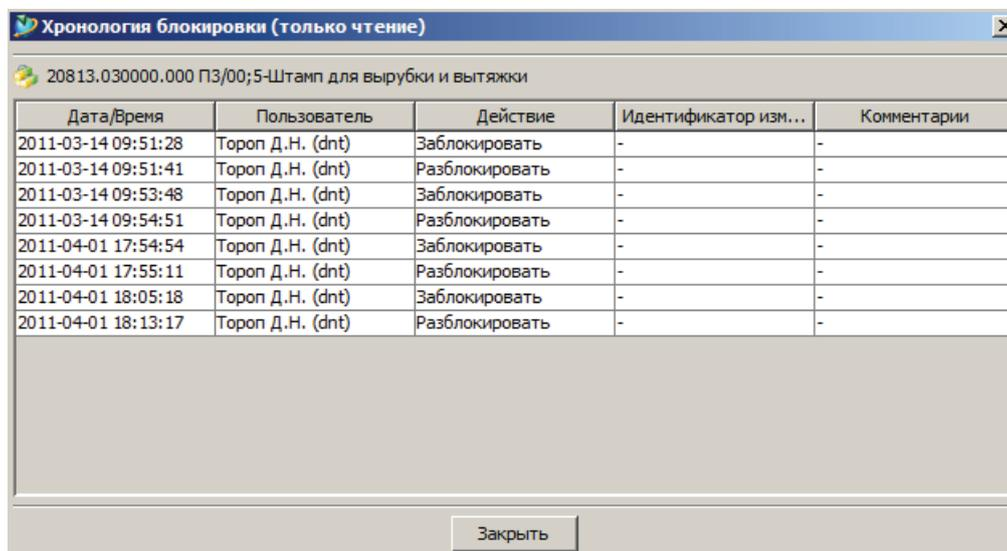

Рисунок 9.12
- в появившемся окне **Хронология блокировки** (рис. 9.12) отображены данные о явных и неявных блокировках выбранного объекта, пользователе, выполнившем блокировку, дате блокировке, а также комментарии, которые, возможно, оставил пользователь.